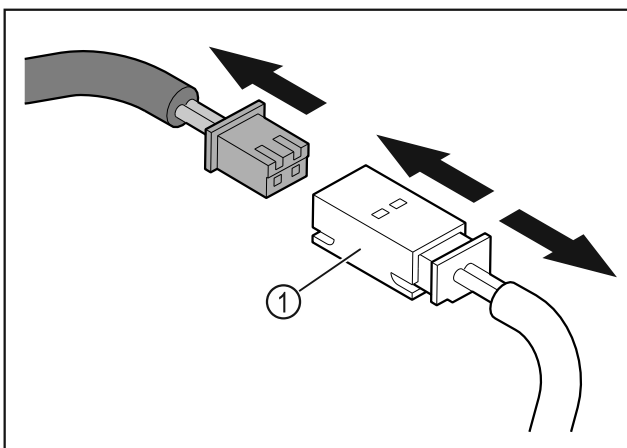

Fig. 13
- ▶ Rozpojte zástrčku a zástrčkovou spojku Fig. 13 (1).